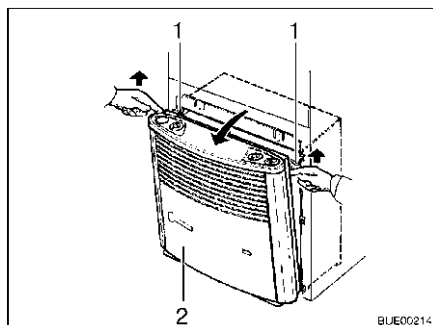

Fig. 81 Rimozione della copertura del riscaldamento
- Rimuovere la copertura del riscaldamento (Fig. 81,2). Tirare verso l'alto, in avanti la copertura, spingere verso l'alto le molle di sostegno (Fig. 81,1) e ribaltare la copertura in avanti.